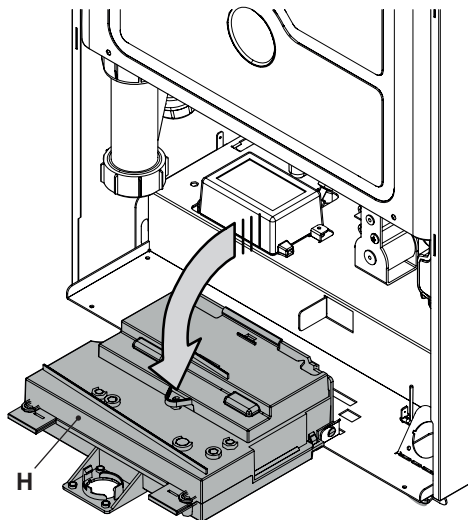

Figura 9.3
- Ruotare il pannello comandi **H**, come illustrato in Figura 9.3, per poter accedere in maniera ottimale ai componenti interni alla caldaia.